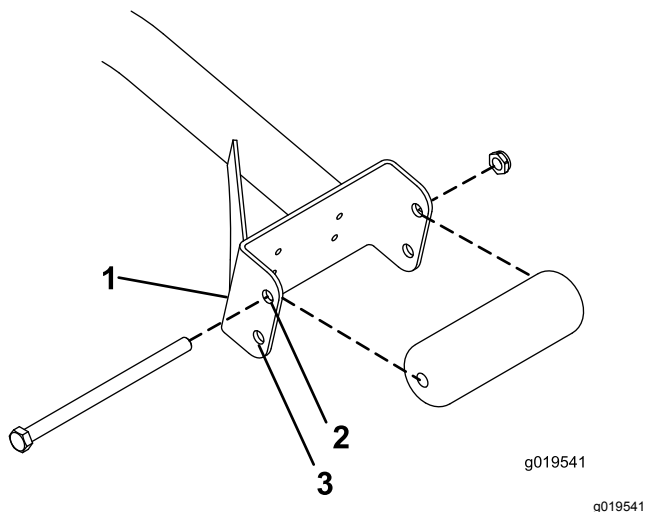

Figura 3
- Se estiver a utilizar unidades de corte de 68 cm, instale os rolos nos furos de montagem superiores dos canais da montagem de suporte (Figura 3).
- Se estiver a utilizar unidades de corte de 81 cm, instale os rolos nos furos de montagem inferiores dos canais da montagem de suporte (Figura 3).